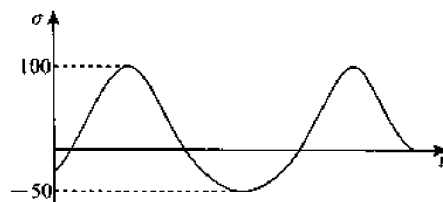

图 12-7
3. 构件内某点处突变应力的“ $\sigma-t$ ”曲线如图 12-7 所示, r 表示循环特征, 以 σ_m 表示平均应力, 以 σ_a 表示应力幅度, σ_{\max} 、 σ_{\min} 分别表示最大、最小应力, 则该循环为: _____。